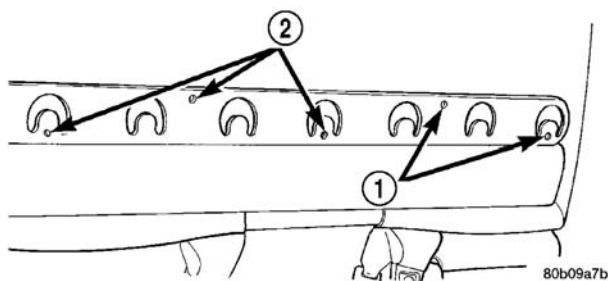

图 42 塑料杂物袋固定件
- （1）卸下将塑料杂物袋固定件固定到后背框架钢板条上的 5 个螺钉（图 42）。